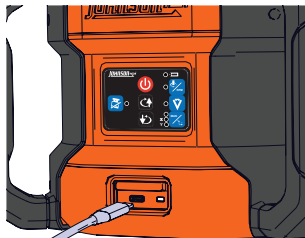

Figure 2
2. Brancher l'adaptateur/chargeur USB de type C au port de recharge du laser rotatif. (Figure 2)